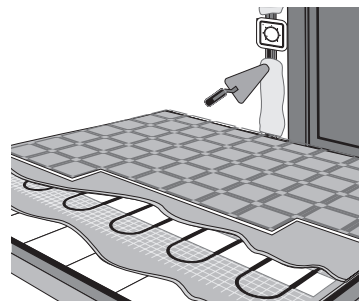

Рис. 5
18. Заделайте раствором канавку на стене, в которой подведены к терморегулятору провода питания и заземляющего контура, установочные провода нагревательного мата, соединительные провода датчика температуры в гофрированной трубке (рис. 5).